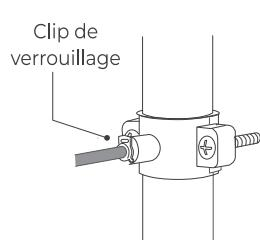

Figure 10
e. Enfoncer la clip de verrouillage sur l'raccord pour sécuriser la connexion (**Figure 10**).